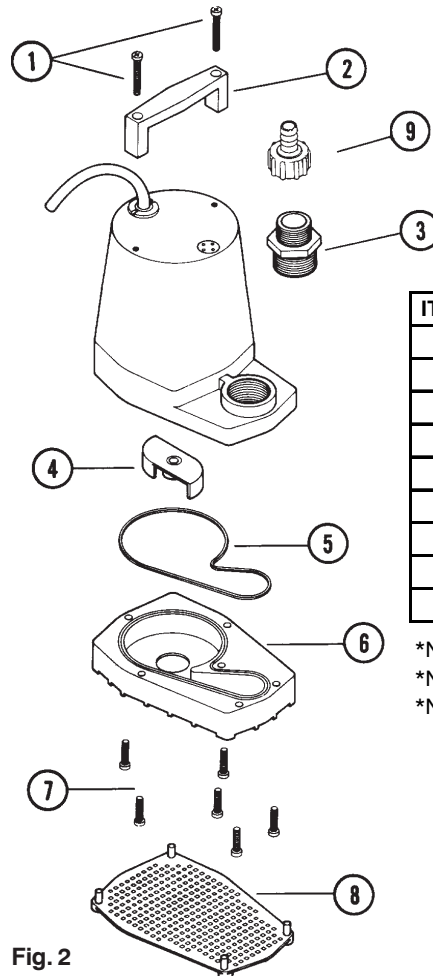

Fig. 2
3. La pompe muni d'une grille pompera jusqu'à 3/8 de po d'eau. La pompe sans grille (celle-ci se détache lorsqu'on soulève un coin entre les ouvertures; voir Fig. 2) pompera jusqu'à 1/8 de po d'eau.
3. La bomba con malla sacará agua hasta quedar 3/8". La bomba sin malla (se desenchaja poniendo una meneda entre las ranuras: véase la Fig. 2) sacará agua hasta quedar 1/8".